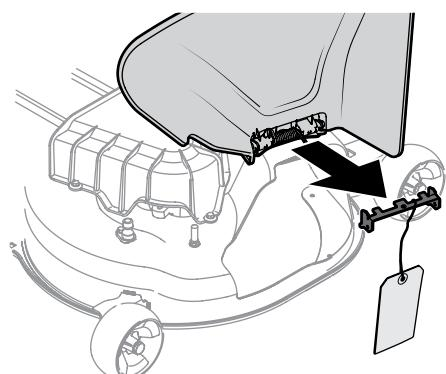

Figura 2-8
- Sosteniendo el canal deflector totalmente hacia arriba, extraiga la traba de seguridad. Baje el canal deflector y descarte la traba de seguridad. Consulte la Figura 2-8.